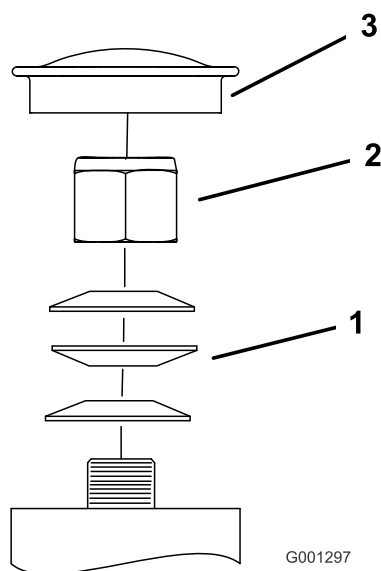

Figura 56
3. Retire el tapón guardapolvo de la rueda giratoria y apriete la contratuerca (**Figura 56**).
4. Apriete la contratuerca hasta que las arandelas de muelle estén planas, luego afloje la contratuerca $\frac{1}{4}$ de vuelta para establecer la pre-carga correcta de los cojinetes (**Figura 56**).
Importante: Asegúrese de que las arandelas elásticas están correctamente instaladas, como se muestra en la **Figura 56**.
5. Coloque el tapón guardapolvo (**Figura 56**).